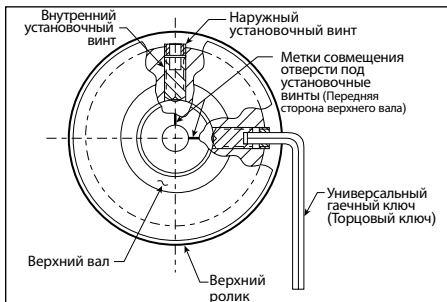

РИС. 7
14. Открутите верхний ролик, выкрутив $\frac{3}{16}$ -дюймовым шестигранным ключом (прилагается) все наружные установочные винты, как показано на Рис. 7 выше. Выкрутите все наружные установочные винты примерно на пол-оборота.